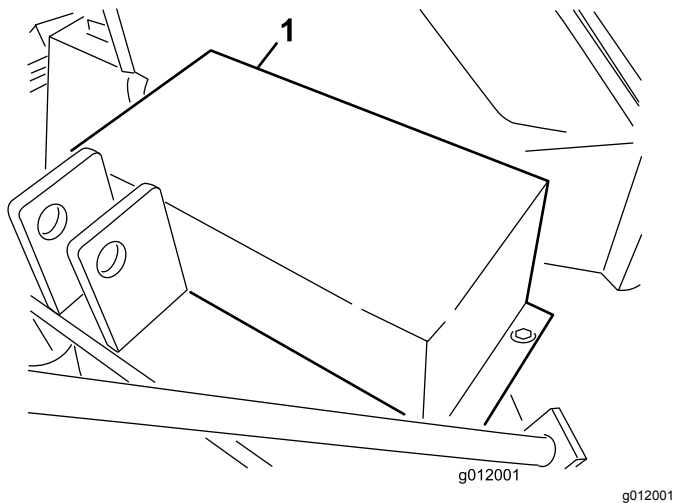

Figura 13
1. Rimuovete le viti a testa cilindrica, le rondelle e i dadi che fissano la protezione della cinghia all'alloggiamento del soffiatore (Figura 13).
2. Togliete la protezione della cinghia (Figura 13).